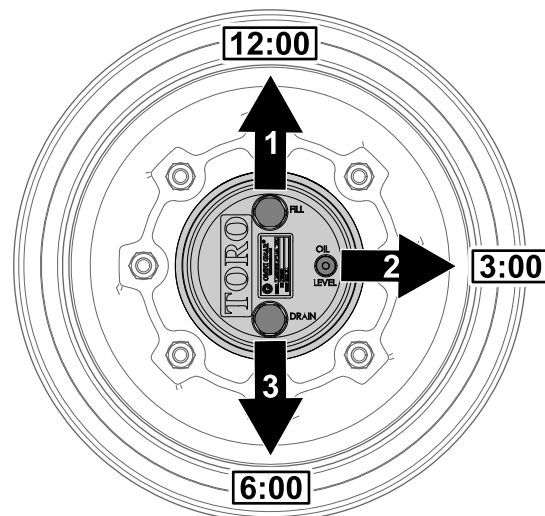

Рисунок 104
заливного отверстия находилась в положении «12 часов», пробка контрольного отверстия — в положении «3 часа», а пробка сливного отверстия — в положении «6 часов» (Рисунок 104).
2. Снимите пробку контрольного отверстия, расположенную в положении «3 часа» (Рисунок 104).
1. Припаркуйте машину на ровной поверхности, расположите колесо так, чтобы пробка заливного отверстия находилась в положении «12 часов», пробка контрольного отверстия – в положении «3 часа», а пробка сливного отверстия – в положении «6 часов»; см. Рисунок 104 в разделе Проверка масла в планетарном редукторе (страница 86).